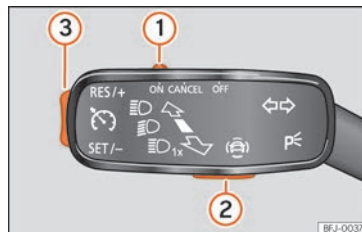

Fig. 54 À gauche de la colonne de direction : contacteur et commandes d'utilisation du GRA.
- Connecter le GRA : déplacez le contacteur » fig. 54 ① sur **ON**. Le système s'allume. Étant donné qu'aucune vitesse n'a été programmée, le système ne règle pas la vitesse.
- Activer le GRA : appuyez sur le bouton » fig. 54 ② dans la zone **SET/-**. La vitesse fixée est alors mémorisée et maintenue.
- Déconnecter le GRA temporairement : déplacez le contacteur » fig. 54 ① sur **CANCEL** ou appuyez sur la pédale de frein. Le réglage est désactivé temporairement.
- Reconnecter le GRA : appuyez sur le bouton » fig. 54 ② sur **RES/+**. La vitesse mémorisée sera de nouveau enregistrée et régulée.
- Augmenter la vitesse programmée pendant le réglage du GRA : appuyez sur le bouton ②
- Déconnexion du GRA: déplacez le contacteur **>>> fig. 54 (1)** sur **OFF**. La vitesse mémorisée est effacée et le système est déconnecté.